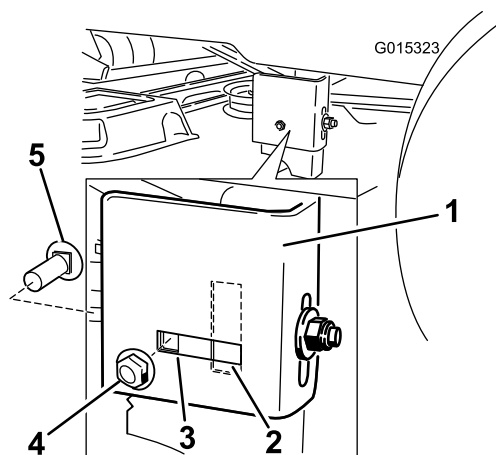

Figure 51
7. Passez au côté gauche de la machine. Retirez le boulon de carrosserie et l'écrou de blocage latéraux de la position fixe et placez-les dans l'ouverture allongée arrière sans les serrer complètement (Figure 51).